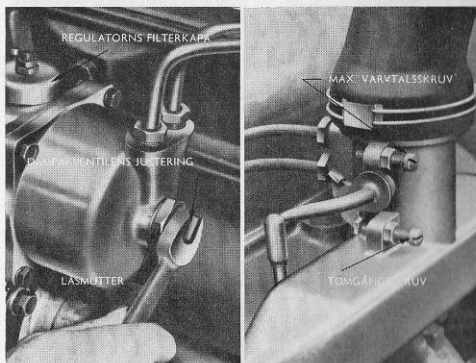

Fig. 30
1. Justera med tomgångsskruven, se fig. 30, uppe vid spjället, så att rätt tomgångsvarv erhålles.
2. Lossa dämparventilens justering, se fig. 30, och skruva den ut eller in till dess eventuell ojämnhet i tomgången försvunnit. Drag fast justeringens låsmutter.